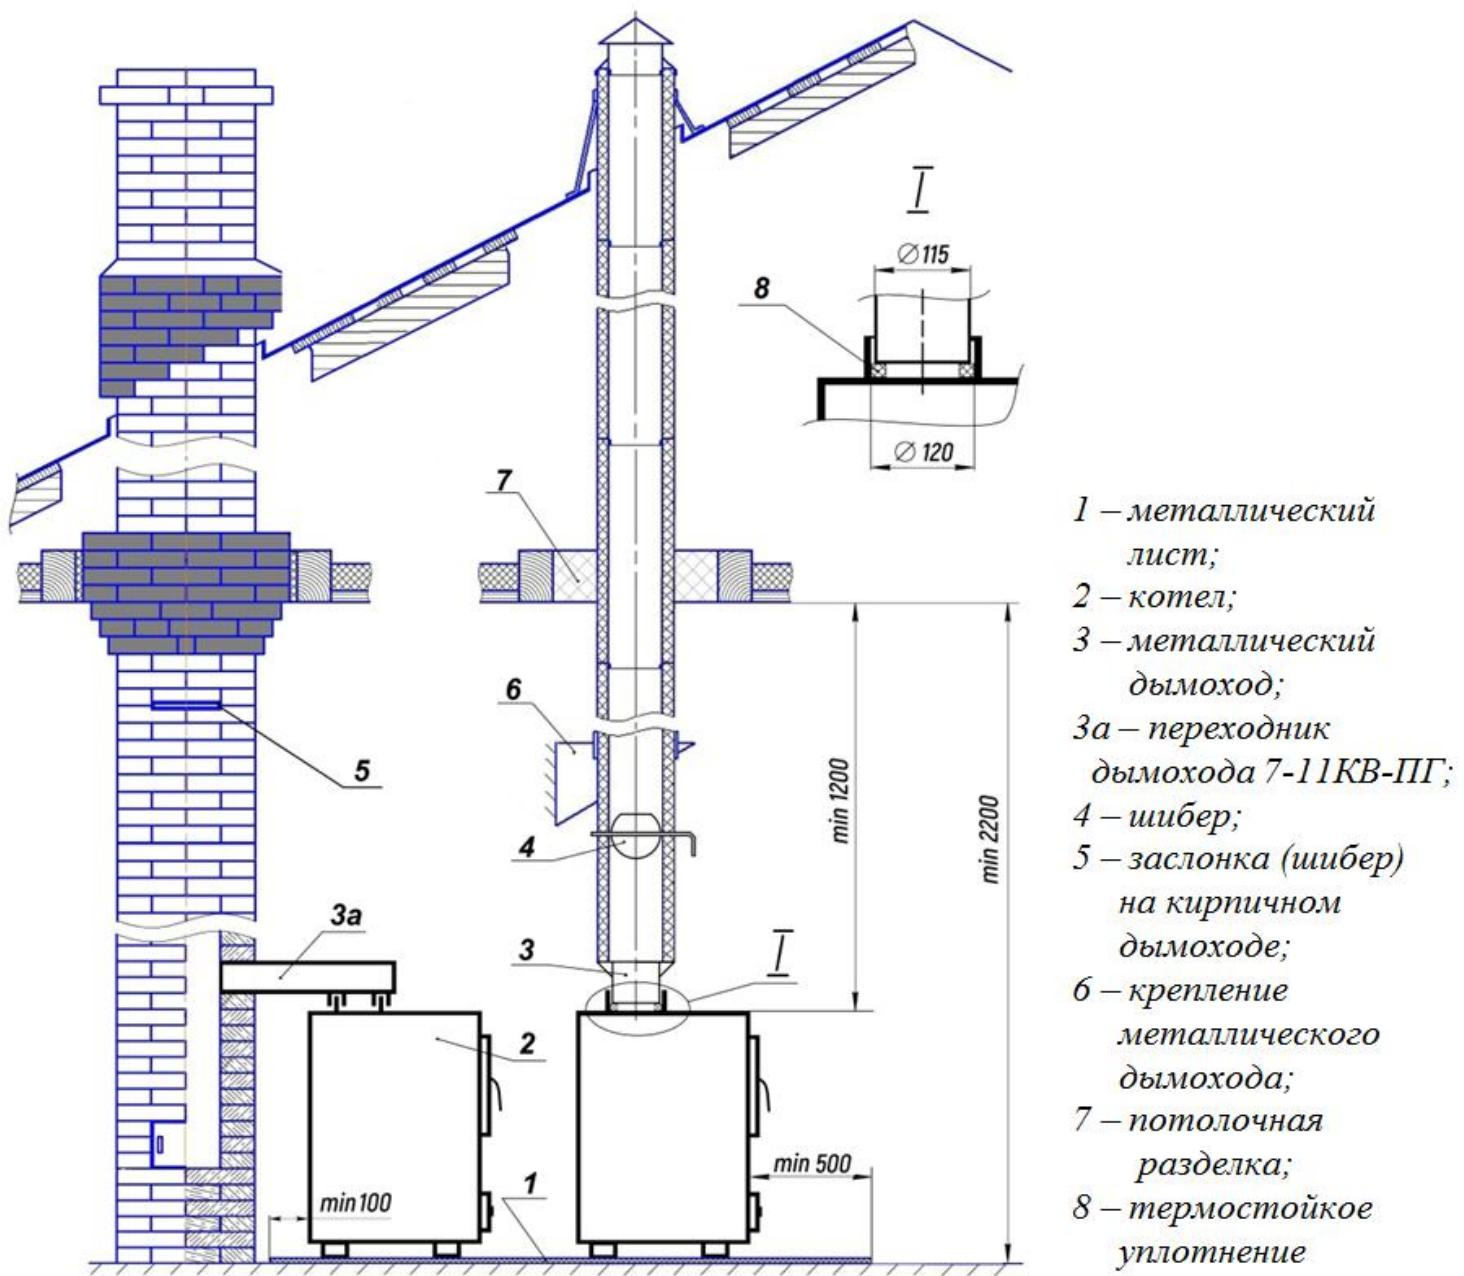

Рисунок 2. Схема монтажа котла и дымовой трубы
- 5.5. Патрубок дымохода расположен на варочной плите. Верхнее расположение дымового патрубка предназначено для подключения котла к вертикальной стальной дымовой трубе (*см. рис. 2*).
- 5.6. Для подключения котла к кирпичной трубе можно использовать переходник 7-11 КВ-ПГ (*поз. 7 на рис. 2*), – см. дополнительную комплектацию на с. 11.